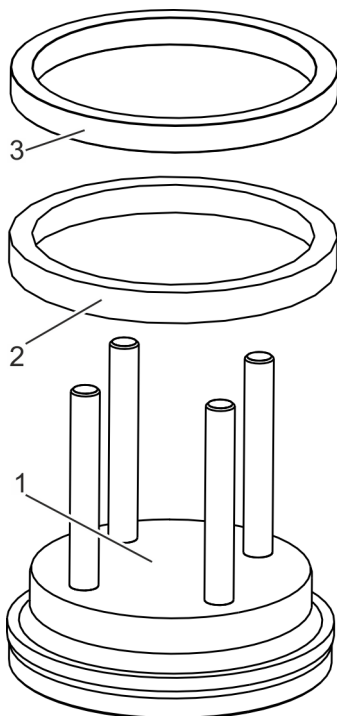

Fig. 13: Mise en place d'une nouvelle bague d'étanchéité dans le couvercle de fermeture
13. ➤ Retirer la bague d'appui (Fig. 13/3) du couvercle de fermeture (Fig. 13/1).
14. ➤ Retirer la bague d'étanchéité (Fig. 13/2) du couvercle de fermeture.
17. ➤ Mettre en place une nouvelle bague d'étanchéité (Fig. 13/2) sur le couvercle de fermeture (Fig. 13/1).
18. ➤ Si nécessaire, mettre en place une nouvelle bague d'appui (Fig. 13/2) sur la bague d'étanchéité (Fig. 13/1).